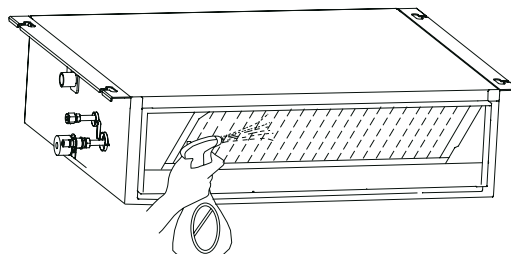

Fig 4.3.12
- 1) Connecter le tuyau d'évacuation au tuyau de raccordement d'évacuation du bac à eau et le remplir d'environ 1 l d'eau (comme indiqué sur la fig. 4.3.12). (Une fois le test terminé, retirer le tuyau d'évacuation et remettre le bouchon du bac d'évacuation).